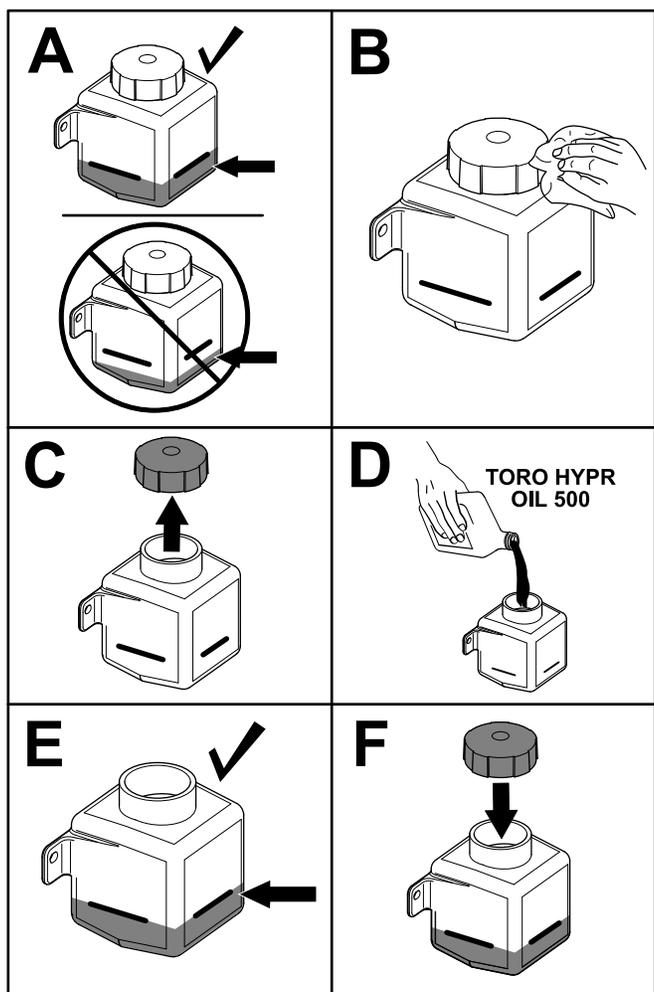

Рисунок 61
4. Проверьте уровень жидкости на стороне гидравлического бака (Рисунок 61). Продолжите выполнение данной процедуры, если уровень ниже отметки холодной жидкости.
5. Очистите зону вокруг крышки гидравлического бака (Рисунок 61).
6. Снимите крышку с заливной горловины и долейте жидкость в бак до отметки уровня холодной жидкости (Рисунок 61).
7. Установите крышку бака (Рисунок 61).